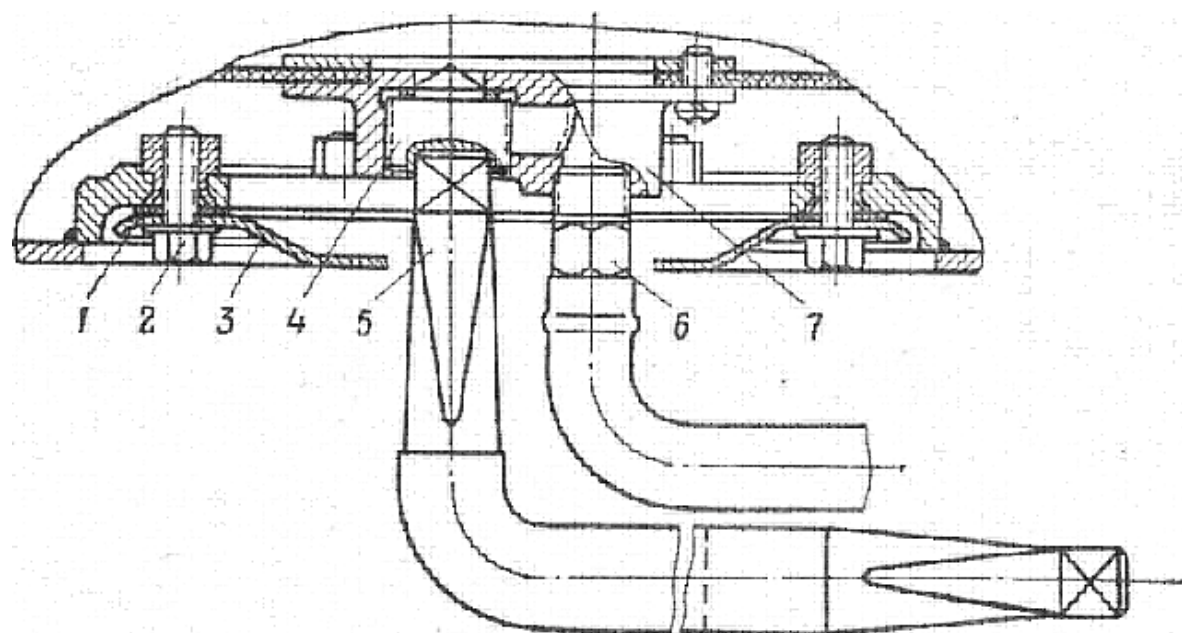

Рис. 6. Установка ключа и шланга для слива топлива из топливных баков:
3. Ввернуть штуцер 6 (рис. 6) со шлангом в корпус 7 сливной пробки 4, отвернуть ее на два-три оборота и слить топливо в подставленную тару.
2. Ввернуть штуцер 6 (рис. 6) со шлангом в корпус 7 сливной пробки 4, отвернуть ее на два-три оборота и слить топливо в подставленную тару.